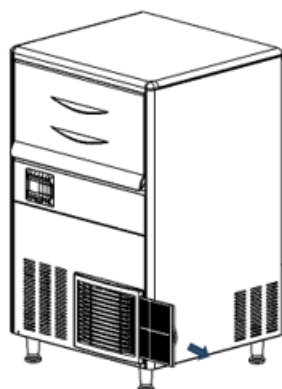

Figure 2
- Schematisch diagram voor het verwijderen van het plastic filter (Afbeelding 2):